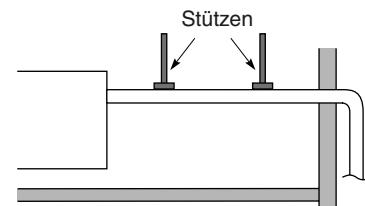

Abb. 3-145
- Beim Anbringen des Ablaufrohrs an der Einheitsseite nicht mit Gewalt vorgehen. Ebenso darf das Rohr nicht ohne Abstützung von der Anschlussstelle an der Einheit herabhängen. Das Rohr daher an einer Wand, einem Rahmen oder einer anderen Stelle so nah wie möglich zum Gerät befestigen. (Abb. 3-145)